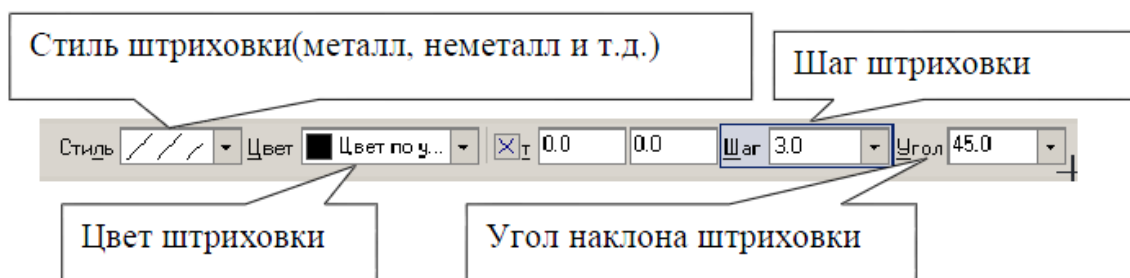

Рисунок 8
7. Для выполнения штриховки на панели *Геометрия*, активизируйте команду *Штриховка*. Параметры штриховки при ее создании и редактировании отображаются в отдельных *полях Строки параметров*, рисунок 8.